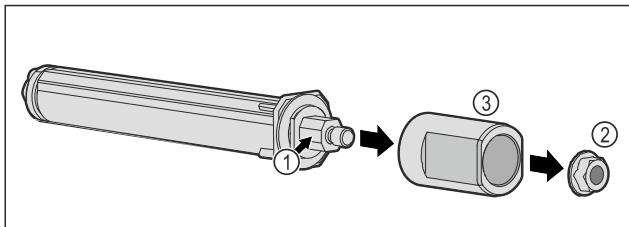

Fig. 58
- ▶ Не разглобявайте затварящата система на вратата Fig. 58 (1).
- Отстранете гайката Fig. 58 (2).
- Свалете втулката Fig. 58 (3).